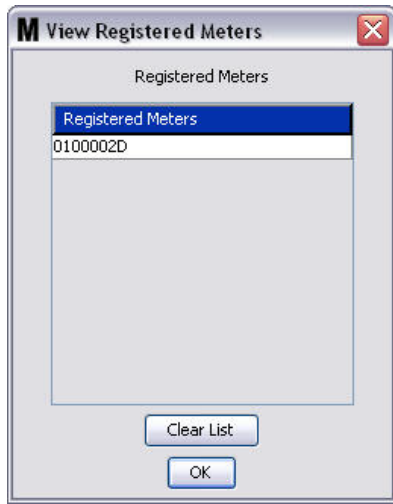

图 121
- “**链接**” / “**取消链接**” 按键 - 流量计配置文件屏幕上所有参数完成时，单击“链接”按键显示图 121 中所示的流量计配置文件 / ID 指派屏幕。从已注册的流量计列表上，选择配置文件要关联的流量计。单击“确定”关闭屏幕和保存更改。